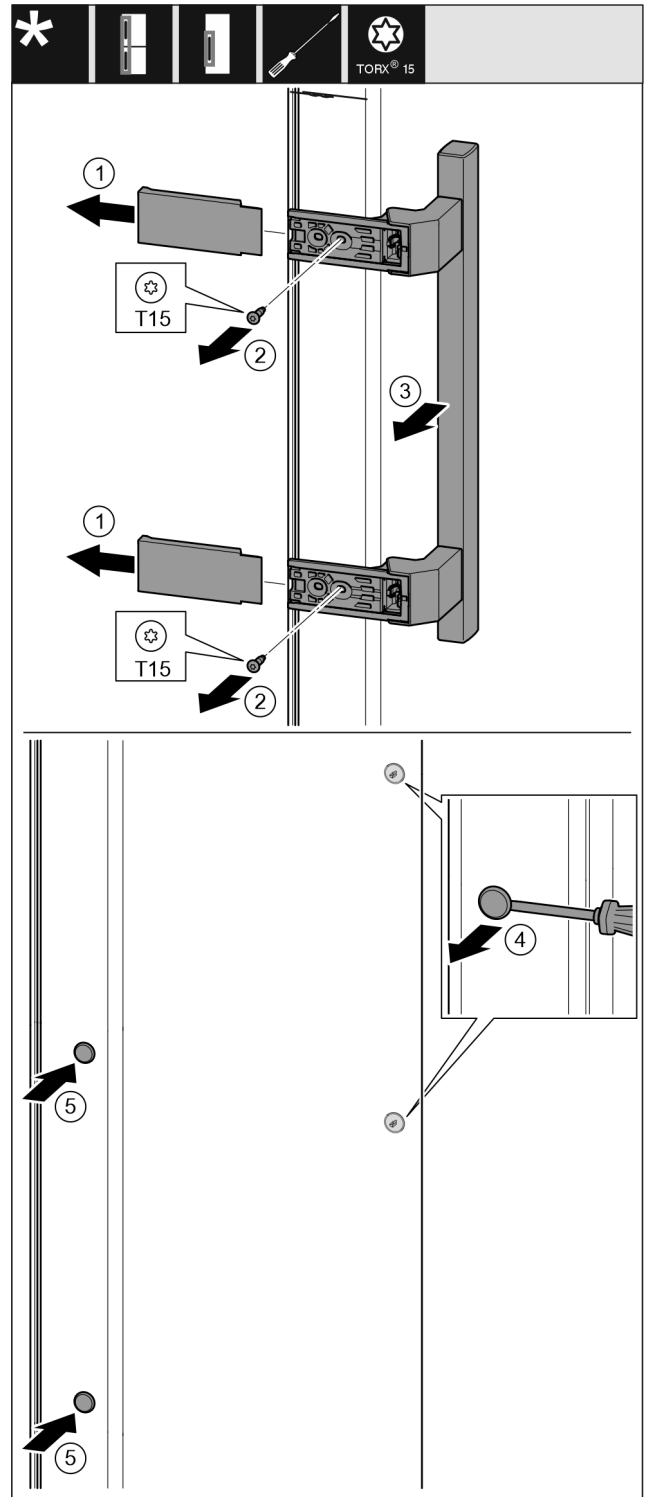

Fig. 20
- ▶ Snemite pokrov. Fig. 20 (1)
- ▶ Izvijte vijake z izvijačem T15. Fig. 20 (2)
- ▶ Snemite ročaj. Fig. 20 (3)
- ▶ S ploščatim izvijačem previdno dvignite stranski čep in ga izvlecite. Fig. 20 (4)
- ▶ Čep ponovno vstavite na drugi strani. Fig. 20 (5)